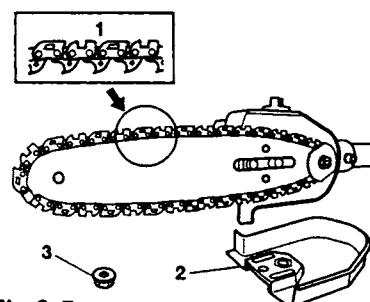
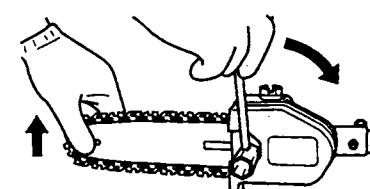

Fig.2-5
Fig.2-6
4. Confirm the direction of saw chain (1) is correct as in the figure, and align the chain on the sprocket. (Fig. 2-5)
6. Install the side case (2) onto the guide bar clamp bolt. Then fix the clamp nut (3) temporarily. (Fig. 2-5)
7. Raise the bar end, and tighten the chain (1) by turning the tension adjustment bolt (2) clockwise. To check proper tension, lightly lift up the center of chain and there should be about 0.5-1.0mm clearance between bar and edge of drive link (3). (Fig. 2-6, 7)
- PROPER TENSION IS EXTREMELY IMPORTANT! (Fig. 2-6, 7)
- 8. Raise the bar end and securely tighten the chain bar clamp nut with the box wrench. (Fig.2-6)
4. Vérifiez si la direction de la chaîne (1) est correcte comme indiqué sur la figure et alignez la chaîne sur le pignon. (Fig. 2-5)
6. Installer le carter latéral (2) sur les boulons de serrage du guide-chaîne. Puis fixer provisoirement l'écrou (3) de serrage. (Fig. 2-5)
7. Soulever l'extrémité du guide-chaîne et régler la tension de la chaîne (1) en tournant
la vis de réglage de tension (2) dans le sens des aiguilles d'une montre. Pour vérifier que la tension de la chaîne est adéquate, soulever légèrement le centre de la chaîne. Il faut qu'il y ait alors un jeu de 0,5 à 1,0 mm entre le guide-chaîne et le bord des maillons d'entraînement de la chaîne (3). (Fig. 2-6, 7)
- UNE TENSION CORRECTE DE LA CHAÎNE EST EXTREMEMENT IMPORTANT ! (Fig. 2-6, 7)
- 8. Soulevez à nouveau l'extrémité du guide-chaîne et serrez fermement l'écrou de serrage du guide-chaîne avec la clé à bougie. (Fig. 2-6)